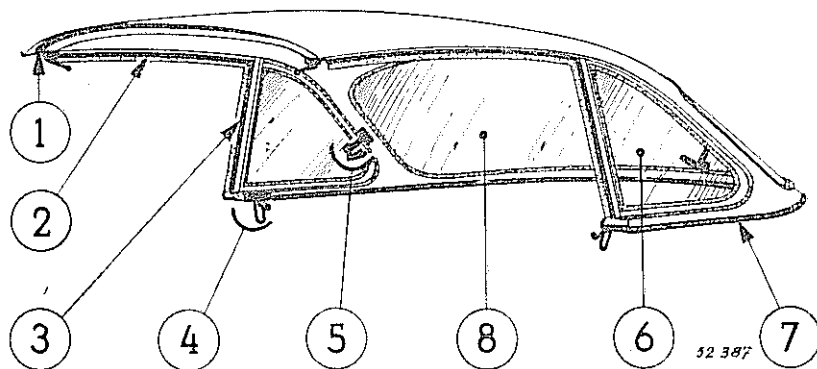

Fig. 1
- Verrouiller les attaches latérales (4) (fig. 1).
- Déposer la glace de lunette arrière et son encadrement (8) (voir page 11/32, fig. 1).
- Déposer les caoutchoucs d'étanchéité de la ceinture arrière du toit (7).
- Déposer les verrous avant, verrous latéraux (4) et verrous de glace de custode (5).